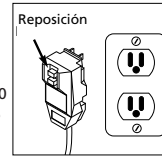

Figura 7 - Enchufe conectado a tierra/botón de reposición
- Enchufe el cordón de energía en un tomacorriente de 120 V conectado a tierra, y presione el botón de reposición como se muestra en la figura 7. ESTO DEBE HACERSE CADA VEZ QUE SE ENCHUFE LA UNIDAD EN UN TOMACORRIENTE.